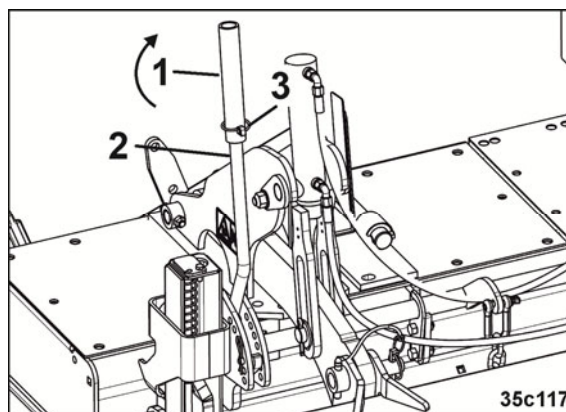

Fig. 90
1. Sæt forlængerrøret (Fig. 90/1) på armen (Fig. 90/2) og drej det rundt, og sørg for at sikre det med en ringsplit (Fig. 90/3).
2. Løft planerplanken (Fig. 90/6) til den ønskede højde.
3. Sæt planerplanken fast med bolten (Fig. 90/5), og sørg for at sikre bolten med fjedersplitten.